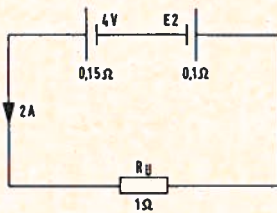

FIG. 2
24. Twee elementen zijn geschakeld volgens fig. 2. Bereken: E_2 , U_1 en U_2 .